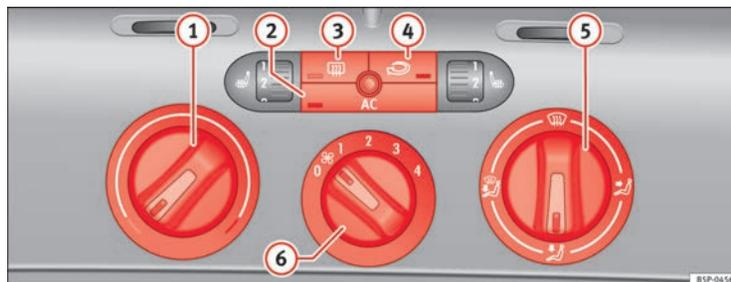

Fig. 128 Mandos del Climatic en el tablero de instrumentos
- Con los reguladores ⇒ fig. 128 ① y ⑤ y con el mando ⑥ se regula la temperatura, la distribución del aire y la velocidad de la turbina.
- Pulse la tecla ②, ③ o ④ para activar o desactivar la función correspondiente. Cuando la función está activa, la ventana situada en la esquina inferior de la tecla se ilumina.
- ① Regulador de temperatura ⇒ página 167
- ② Tecla **AC** – Encender o apagar el grupo refrigerador ⇒ página 167
- ③ Tecla – Luneta térmica. Esta función se apaga automáticamente aproximadamente 20 minutos después de haberla conectado. Se puede desconectar antes pulsando de nuevo la tecla.
- ④ Tecla – Recirculación de aire ⇒ página 168
- ⑤ Regulador de la distribución de aire ⇒ página 167
- ⑥ Mando de la turbina. El caudal de aire tiene 4 niveles de ajuste. La turbina debería funcionar siempre en el nivel más bajo cuando se circule a poca velocidad.
- Encienda el climatizador con la tecla ⇒ fig. 128 .